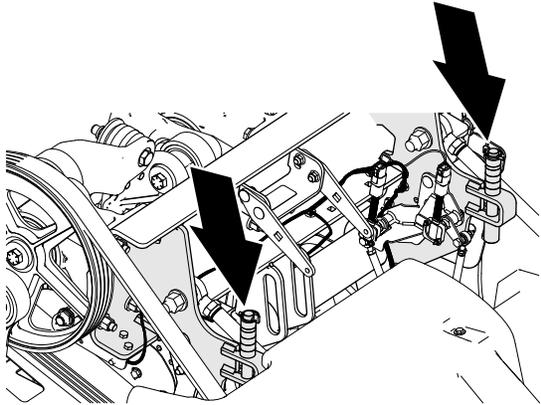
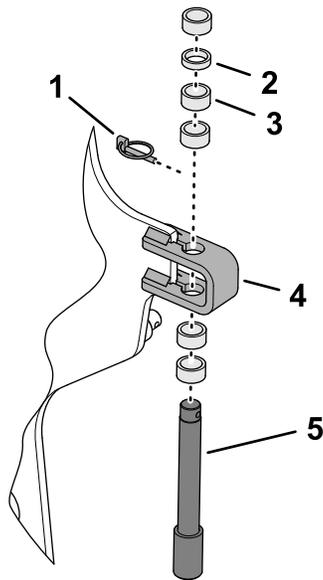

Bild 120
Bild 121
- Entfernen Sie den Klappstecker, mit dem der Tiefenanschlagstift und die Distanzstücke an der Anschlaghalterung befestigt sind (Bild 120 und Bild 121).